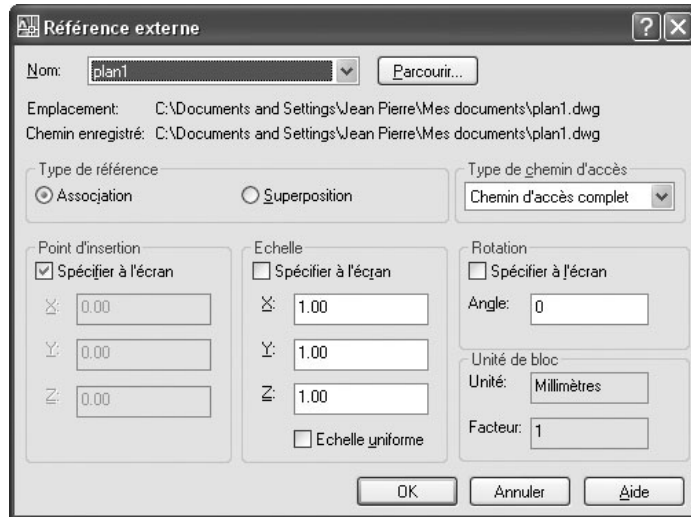

Fig.11.5
- 3 Dans la boîte de dialogue **Référence externe** (External Reference), sous **Type de référence** (Reference Type), sélectionner l'option **Attachement** (Attachment) ou l'option **Superposition** (Overlay) (fig. 11.5).